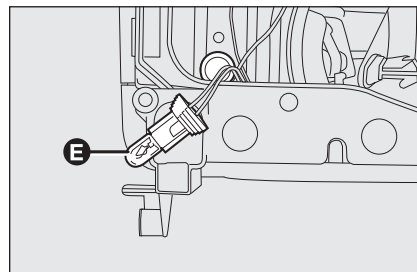

fig. 23
- ☐ saque la lámpara fundida **E-fig. 23** e introduzca la lámpara nueva;